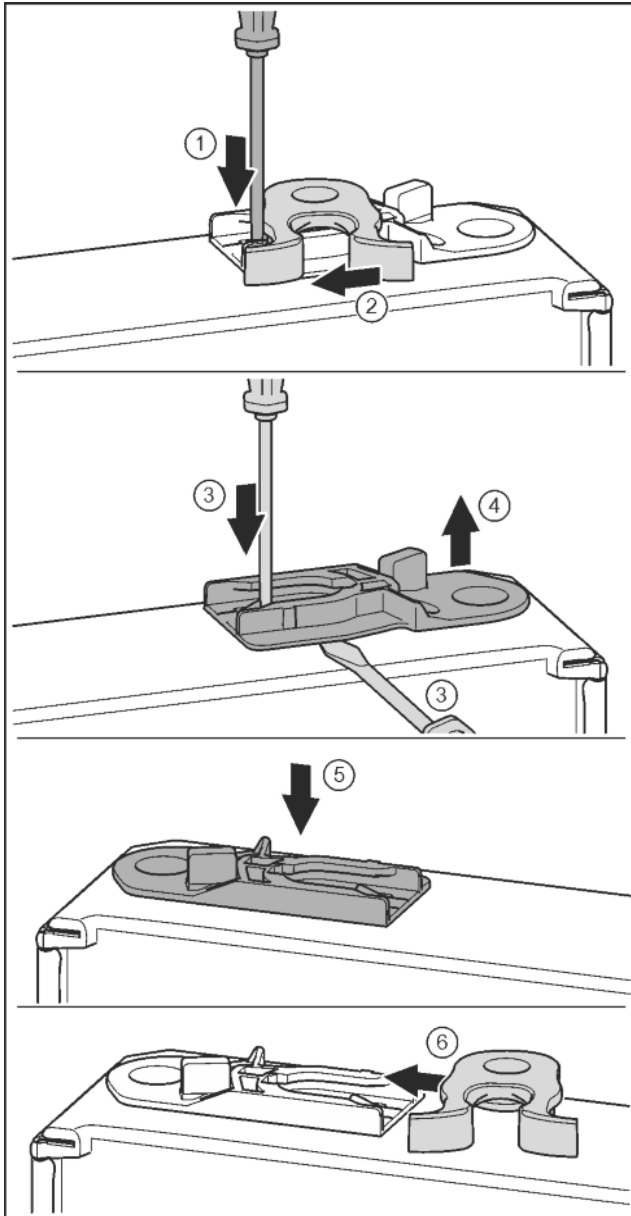

Fig. 20
- Nyomja le a fedőlemezt csavarhúzóval. Fig. 20 (1)
- Húzza ki a záróhorgot a vezetősínből. Fig. 20 (2)
- Húzza ki a vezetőhüvelyt: Nyomja a fedőlemezt a csavarhúzóval, és közben nyúljon a csavarhúzóval a vezetőhüvely alá. Fig. 20 (3, 4)
- Tolja be a kiszállított csomagban található vezetőhüvelyt a ház másik oldalára. Fig. 20 (5)
- Tolja be a záróhorgot a vezetősínbe. Fig. 20 (6)